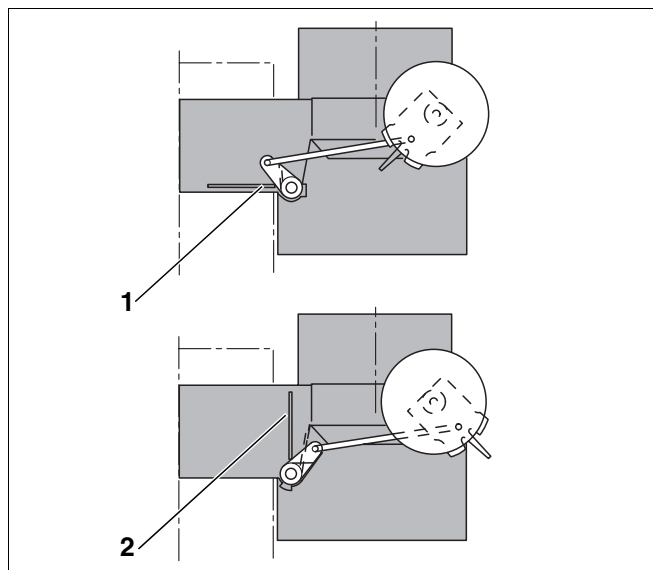

Рис. 13 Положение запорного клапана дымовых газов
- Проконтролировать положение запорного клапана дымовых газов, перемещая рычажок (рис. 13).
- Только когда полностью будет достигнуто положение "Открыто" (рис. 13, **поз. 1**), можно включать газовую горелку.